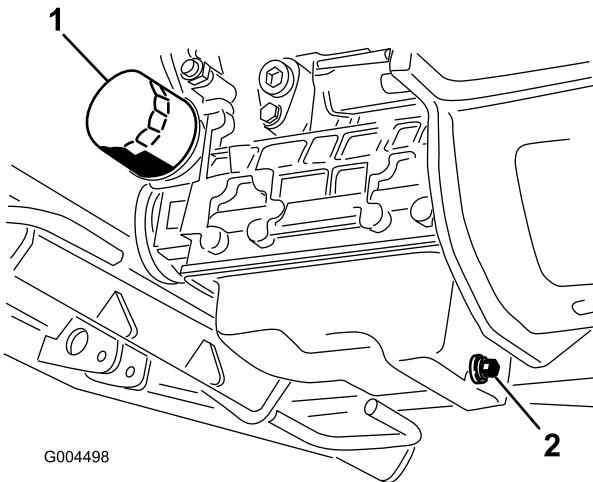

Figura 44
3. Coloque un recipiente debajo del capó, alineado con el tapón de vaciado (Figura 44).
| 6. Retire el filtro de aceite e instale uno nuevo (Figura 44). | |